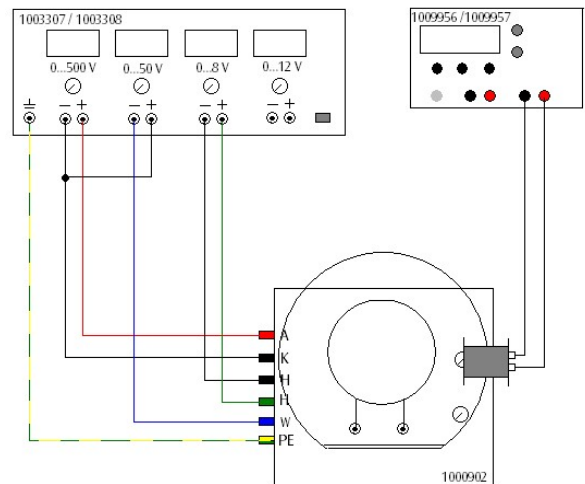

Fig. 6 Representación oscilográfica de señales periódicas con un generador de funciones
- Se fija una bobina en el lado derecho del anillo metálico como en la fig. 6.
- Realice el cableado de acuerdo con la fig. 6.